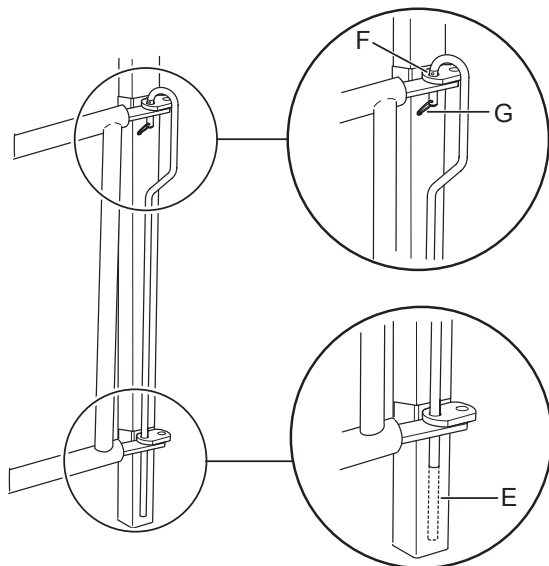

Fig. 19: Montere låsestang
1. Kapp låsestangen (E) slik at den passer til høyden på fangfronten, se Fig. 19.
3. Sikre stangen med en fjærpinne (F) og en fjærring (G), se Fig. 19.